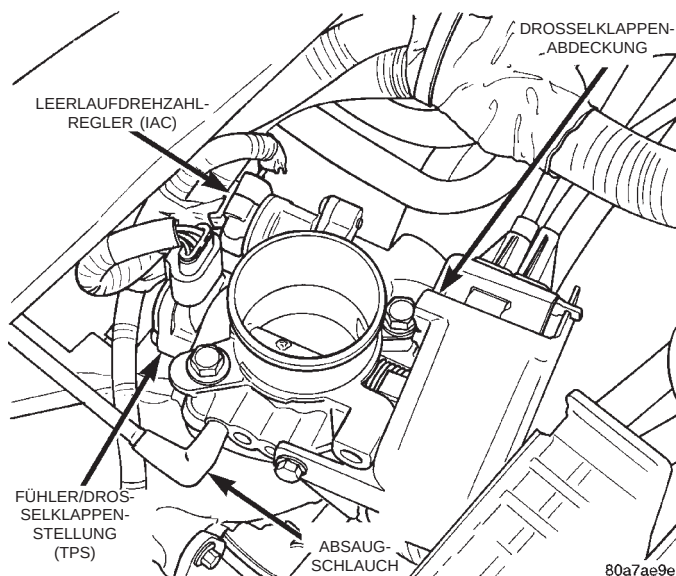
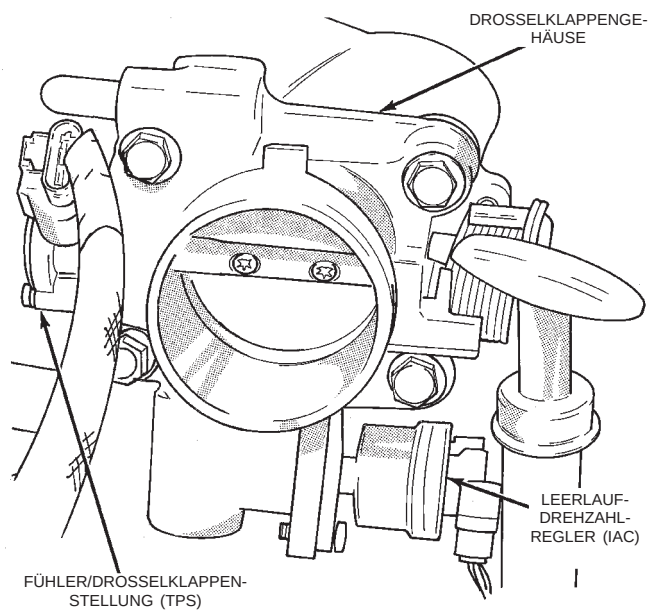

Abb. 34 Leerlaufdrehzahlregler (IAC) und Fühler/Drosselklappenstellung (TPS)—2.4L-Motor
Abb. 35 Leerlaufdrehzahlregler (IAC) und Fühler/Drosselklappenstellung (TPS)—2.5L-Motor
(5) Die Anschlüsse am Leerlaufdrehzahlregler (IAC) und am Fühler/Drosselklappenstellung (TPS) prüfen (Abb. 34) oder (Abb. 35).